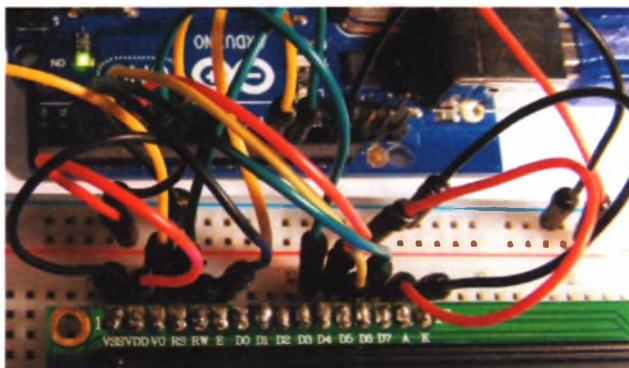

РИСУНОК 14.2
3. Не забудьте использовать шины макетной платы, чтобы создать несколько подключений к контакту GND платы Arduino, как показано на рис. 14.2.